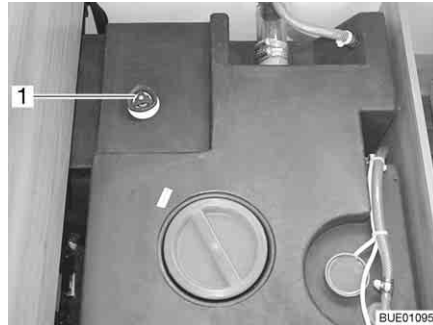

Fig. 244 Réservoir d'eau avec poignée tournante
- Faire tourner à fond dans le sens des aiguilles d'une montre la poignée tournante (Fig. 244,1) située sur le réservoir d'eau.
- Faire tourner la poignée tournante (Fig. 244,1) située sur le réservoir d'eau dans le sens inverse des aiguilles d'une montre jusqu'à ressentir une résistance. L'eau s'écoule, 60 litres restent.